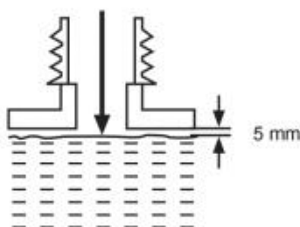

Fig. 17
- 3) Ne pas trop remplir et laisser env. 5 mm d'espace jusqu'au bord inférieur pour laisser le lubrifiant se dilater (Fig. 17).